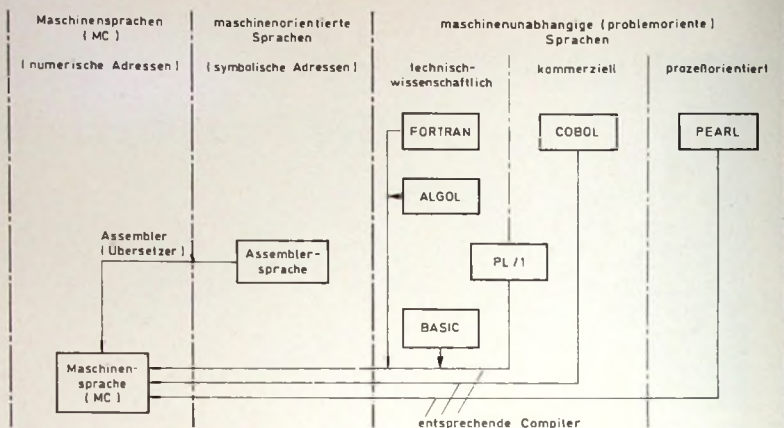

Bild 5. Programmiersprachen
Man unterscheidet drei Arten von Programmiersprachen (Bild 5): Maschinensprachen (MC), maschinennahe (maschinenorientierte) Sprachen und problemnahe (problemorientierte) Sprachen.